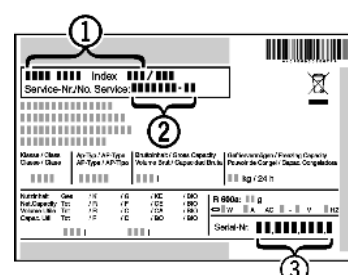

Fig. 16
- ▶ Očitajte naziv uređaja Fig. 16 (1), servisni broj Fig. 16 (2) i serijski broj Fig. 16 (3) s tipske pločice. Tipska pločica nalazi se na lijevoj unutarnjoj strani uređaja.
- ▶ Obavijestite službu za kupce i javite im kvar, naziv uređaja *Fig. 16 (1)*, servisni broj *Fig. 16 (2)* i serijski broj *Fig. 16 (3)*.